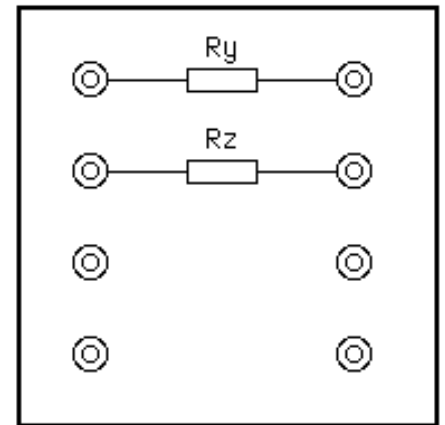

Figura 1.1
15.- Tome dos resistencias de carbón del lote, que tengan valores consecutivos, registre sus valores en la siguiente tabla, y móntelas en la baquelita con ayuda de los pines, tal como aparece en la figura 1.1. Realice por lo menos tres mediciones de cada una de ellas, registrando la medición con el error correspondiente.